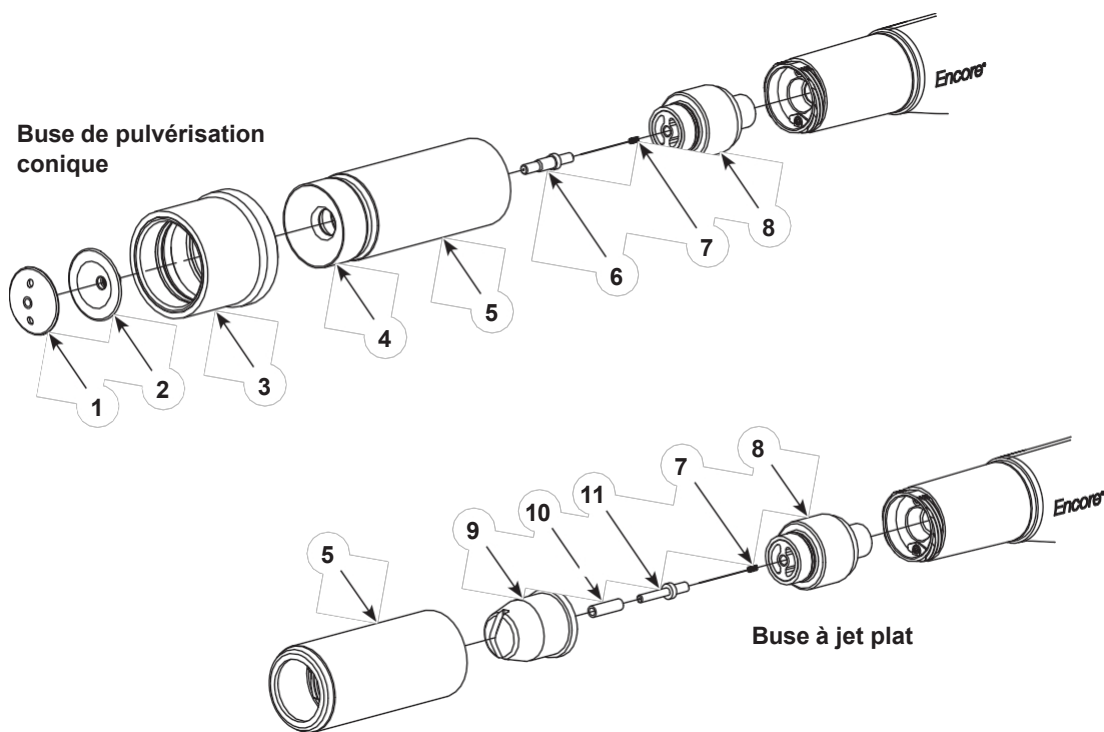

Figure 3-5 Changement de l' de la buse conique à la buse plate ou d'angle (illustré avec une buse à jet plat)
Voir Figure 3-5. Pour remplacer la buse conique standard par une buse plate ou d'angle, les éléments suivants doivent être commandés.
2. Voir Figure 3-5. Retirez la buse du pistolet :